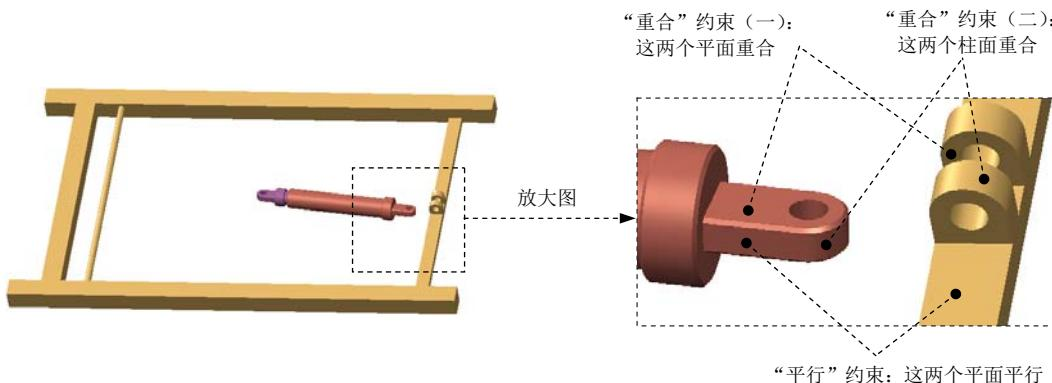
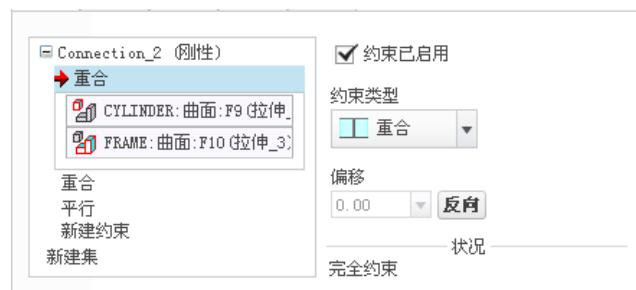
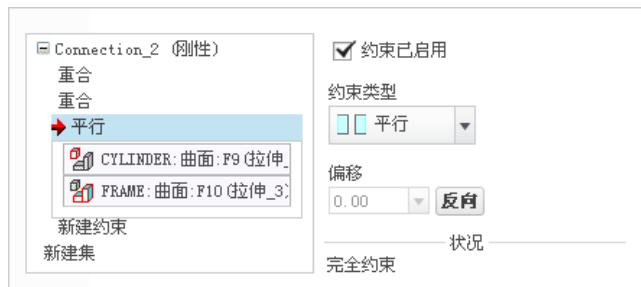

图3.17.7 创建刚性(Rigid)连接
图3.17.8 “放置”界面
图 3.17.10 “放置”界面
Step3. 引入气动子组件 pneumatic_asm.asm，并将其调整到图 3.17.7 所示的位置。
(1) 在连接列表中选取 刚性 选项，此时系统弹出“元件放置”操控板，单击操控
(2) 定义“重合”约束(一)。在**约束类型**下拉列表中选择**重合**选项，选取图3.17.7所示的两个平面为“重合”约束(一)的参考，此时**放置**界面如图3.17.8所示。
(3) 定义“重合”约束(二)。在**放置**界面中单击**新建约束**，在**约束类型**下拉列表中选择**重合**选项，选取图3.17.7中的两个柱面为“重合”约束(二)的参考，此时**放置**界面如图3.17.9所示。
(4) 定义“平行”约束。在**放置**界面中单击**新建约束**，在**约束类型**下拉列表中选择**平行**选项，选取图3.17.7中的两个平面为“平行”约束的参考，此时**放置**界面如图3.17.10所示。